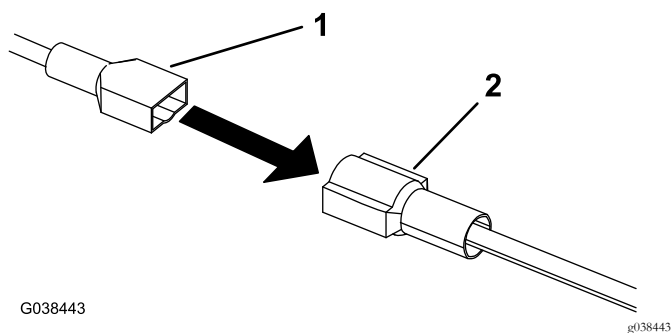

図 13
3. スペード形端子を、ヒューズブロックからきている赤いリード線未接続線のうちの1本に接続する。 図 13